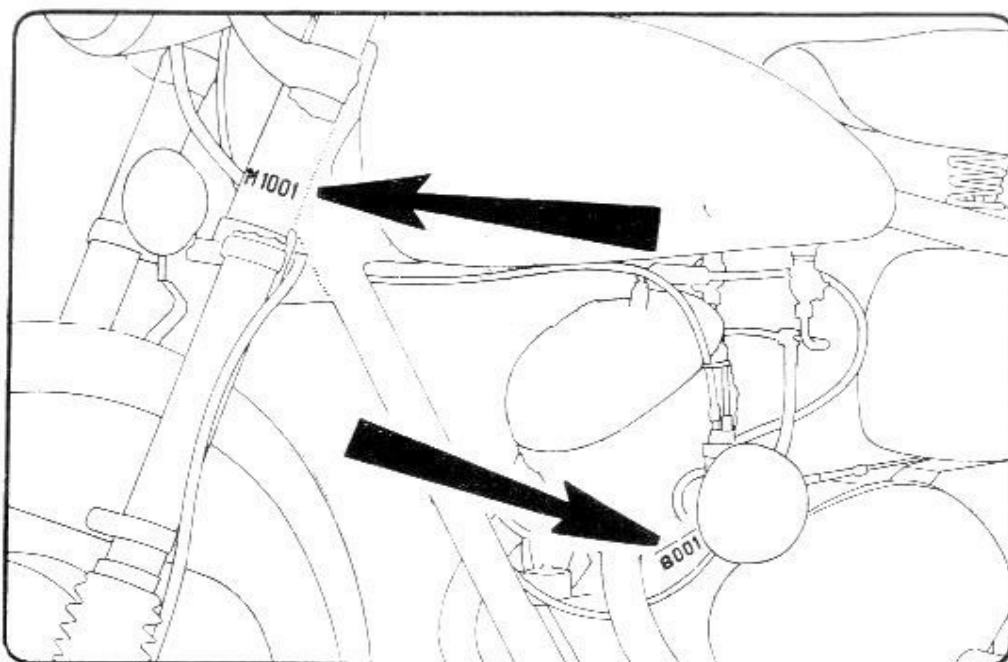

Fig. 1 - Identificazione numero di matricole.
- il numero di matricola del motore e del telaio, come illustrato nella fig. 1